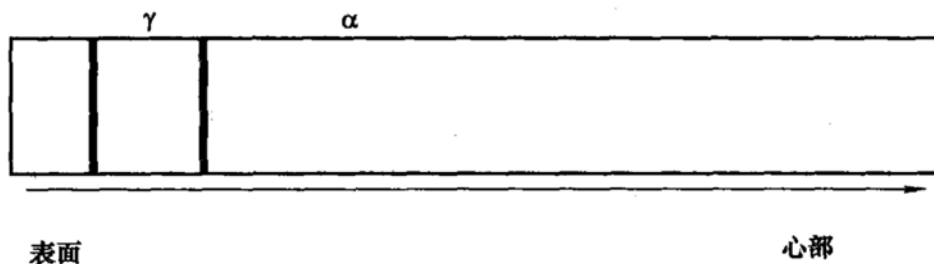

图 11-4 第三题第 7 小题解答图
7. $w_c = 0.1\%$ 合金齿轮渗碳后的组织分布示意图如图 11-4 所示。